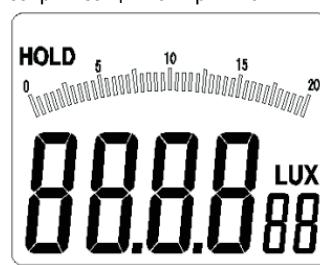

Рисунок 3-1-4A
- Коротко нажмите кнопку «HOLD/ZERO», и в верхней левой части дисплея появится индикатор «HOLD» (см. рисунок 3-1-4A), а прибор переключится в режим фиксации показания дисплея.